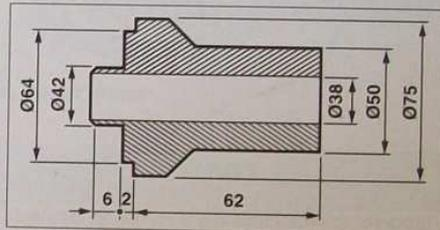

FIG.59
- 1^{er} type : joint en élastomère équipé d'un ressort et d'une lèvres d'étanchéité en "V". Ce type de joint se repose sur le vilebrequin, intervalle de la lèvres préalablement graissée, à l'aide d'un mandrin de diamètre approprié, et doit être enfoncé jusqu'au contact de l'outil avec la culasse (outils Citroën 4507-T.F, côté distribution, et 4521-T.G, côté volant moteur, voir cotes de réalisation Fig.59 et 60).